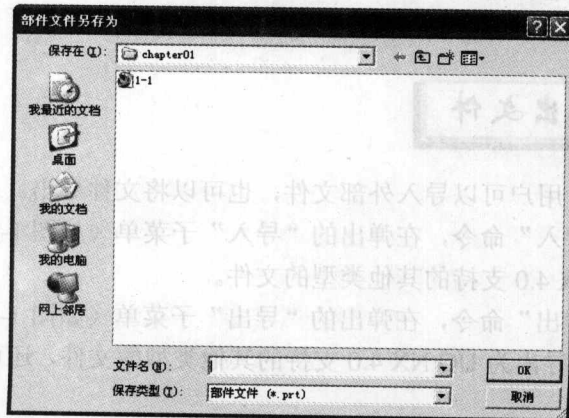

图 1-7 “部件文件另存为”对话框
- ✱ 单击“文件”|“另存为”命令,弹出如图 1-7 所示的“部件文件另存为”对话框,在该对话框中可对保存过的文件重新指定保存路径。